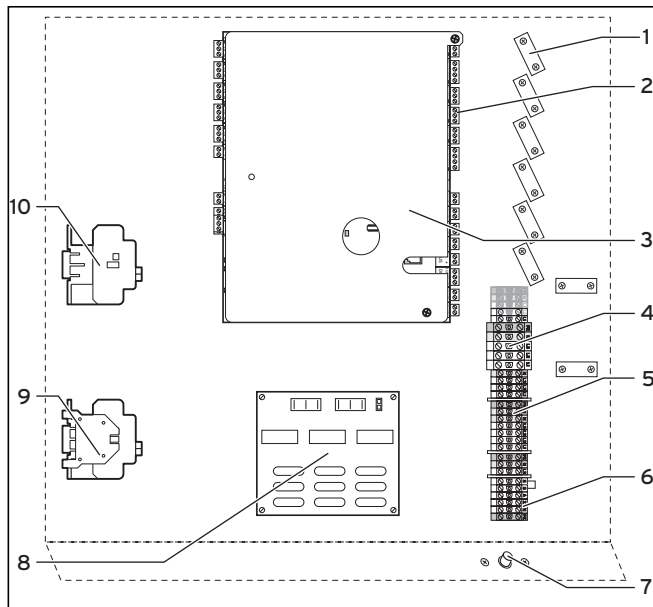

Abb. 5.1 Elektro-Schaltkasten
#### Legende zu Abb. 5.1
- Montieren Sie die Platine des Anlaufstrombegrenzers, wie in dessen Anleitung beschrieben, unter der Reglerplatine (siehe Abb. 5.1).